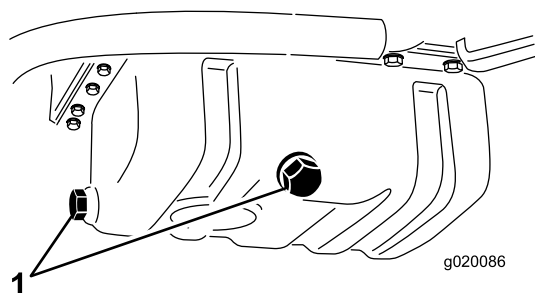

Figura 52
1. Togliete un tappo di spurgo (Figura 52) e lasciate defluire l'olio in una bacinella. Quando l'olio cessa di defluire, montate il tappo di spurgo.